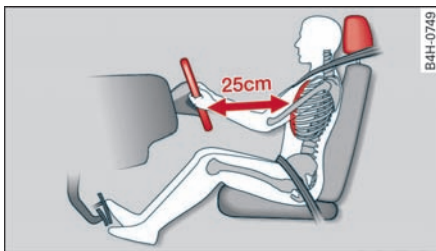

图 182 正确的坐姿
- ▶ 调整方向盘的位置，使方向盘与胸部之间的距离至少 25 cm ⇨ 图 182。
- 调节好驾驶员座椅，使胸部与方向盘中心之间的距离至少为 25 cm ⇨ 图 182。